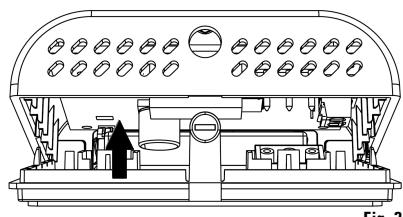

Fig. 3
- 2** Tourner le haut du boîtier en exerçant une légère pression jusqu'à l'extraction complète de celui-ci (Fig. 3).